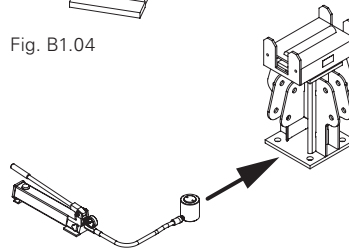

Fig. B1.05
- Il tubo idraulico non deve essere piegato né eccessivamente curvato. (Fig. B1.05)
- Posizionare il cilindro idraulico (8) nell'albero di testa ATS. (Fig. B1.05 + B1.06)